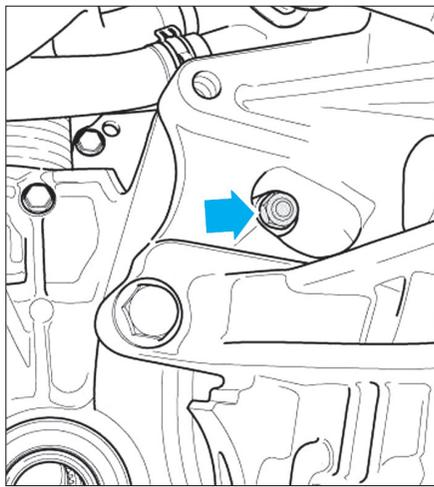

Fig. 10
- Déposer le capuchon d'ouverture pour atteindre les 6 écrous de fixation du convertisseur de couple (Fig.10).